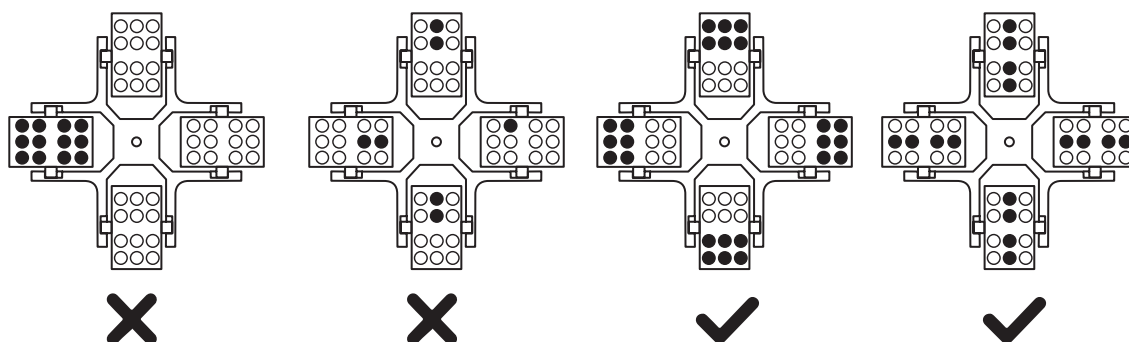

Figura. 6
- Coloque las muestras de tal forma que el espacio entre ellas sea la misma, de tal forma que queden colocadas de forma simétrica (Figura 6).